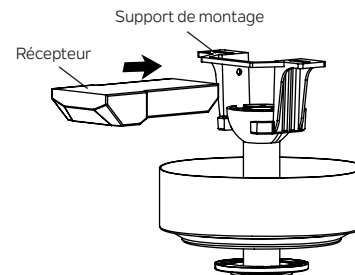

Fig. 13
Étape 1. Insérez le récepteur dans le support de montage et maintenez-le à plat face au plafond. (Fig. 13)